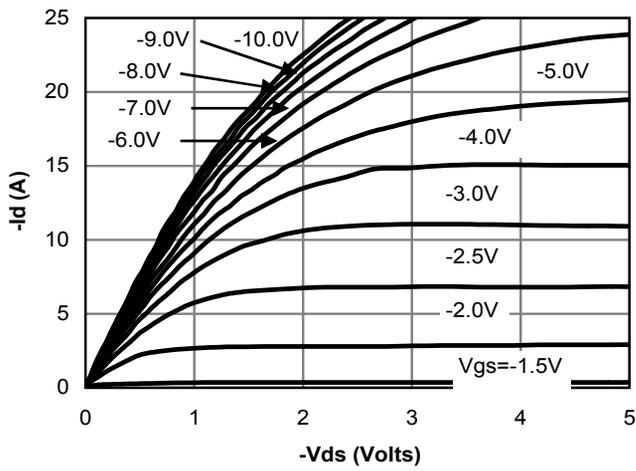

Fig 1: On-Region Characteristics
4. 标准特性图 1 ~ 6 是在脉冲为 80  $\mu\text{s}$ 、最大占空比为 0.5% 的条件下得到的。